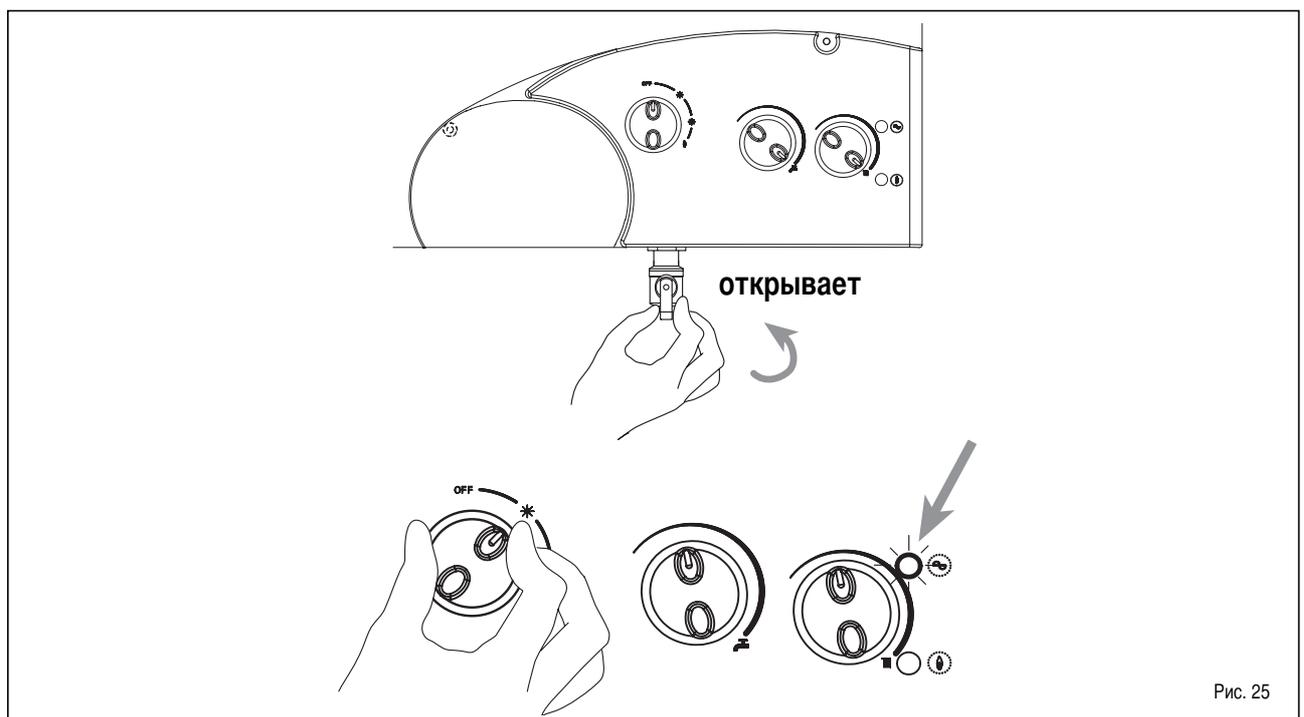

Рис. 25
### Включение котлоагрегата (рис. 25)
**Выключение котлоагрегата (рис. 25)**